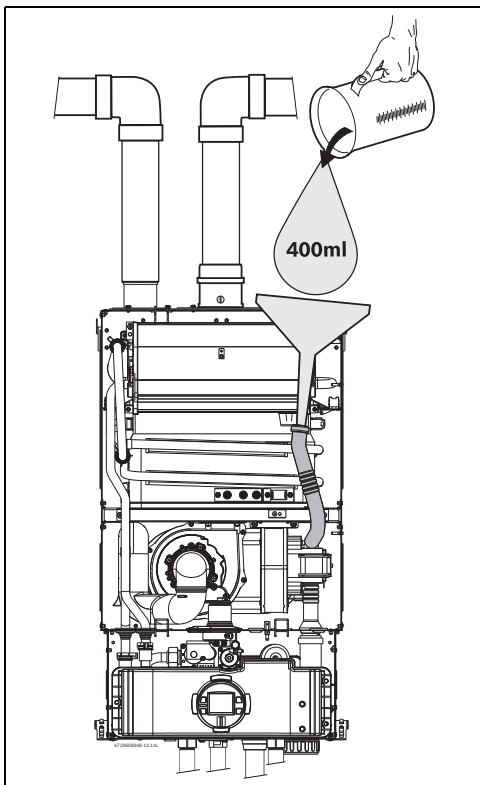

Fig. 50 Llenado del depósito de agua después de la instalación
- ▶ Llenar el depósito de aguas condensadas con aproximadamente 400ml de agua a través del tubo de condensados. Para evitar daños en el aparato utilice un embudo en la extremidad del tubo (consultar Fig. 50 ).
- ▶ Colocar la caja electrónica en la posición de "Mantenimiento", encajando las aletas en los orificios de la chapa metálica inferior de la caja estanca (consultar Fig.50).